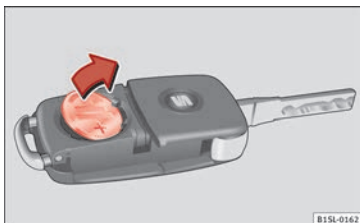

Fig. 100 Clé du véhicule : retirer la pile.
- Retirez la pile du compartiment à l'aide d'un objet fin approprié » fig. 100.
- Placez la pile neuve dans le compartiment, en appuyant comme indiqué » fig. 100, dans le sens contraire de la flèche » ①.